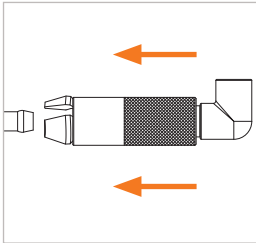
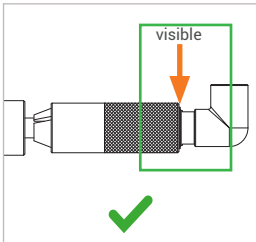
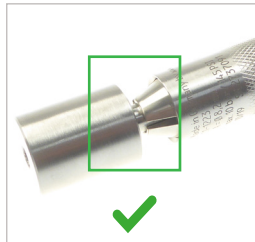
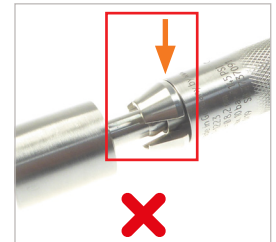

Figure 1
Figure 2
Figure 3
Figure 4
- ▶ Faites glisser le connecteur sur le manchon coulissant (n° 1) vers l'avant sur la pièce d'essai (Figure 1). Le connecteur doit s'enclencher avec un clic audible. La bague d'arrêt doit être visible (Figure 2) et les bords extérieurs du diamètre externe des mâchoires de serrage ne doivent plus être visibles (Figure 3 et Figure 4).